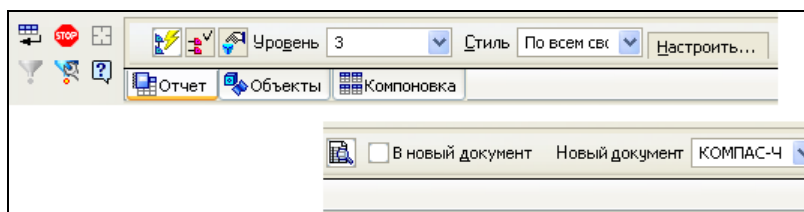

Рис. 9.22. Панель свойств команды **Создать отчет** при создании отчета модели
- ◆ на вкладке **Отчет** Панели свойств (рис. 9.22):